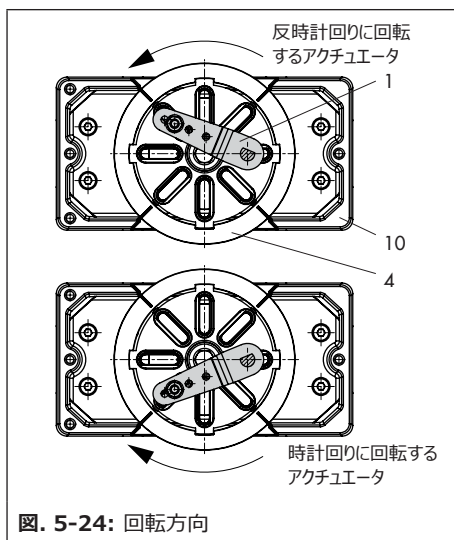

図. 5-24: 回転方向
6. ポジシヨナの M レバー (1) から標準のフォローピン (2) を回して取り外します。取り付けキットに同梱されているフォローピン (Ø 5 mm) をピン位置 90°に取り付けます。
7. 必要な G ¼ねじ接続用のコネクティングプレート (6)、または圧力計を装着した圧力計ブラケット (7) をポジシヨナに取り付けます。2 つのシール (6.1) が正しく固定されていることを確認します。複動アクチュエータでは、ポジシヨナ筐体の接続側にリバースアンプを使用する必要があります (5.6.7章を参照)。
8. ポジシヨナを筐体 (10) 上に置き、しっかりとねじ込みます。アクチュエータの回転方向を考慮に入れ、フォローピンを使用して正しい溝にはまるようにレバー (1) を調節します (図. 5-24)。